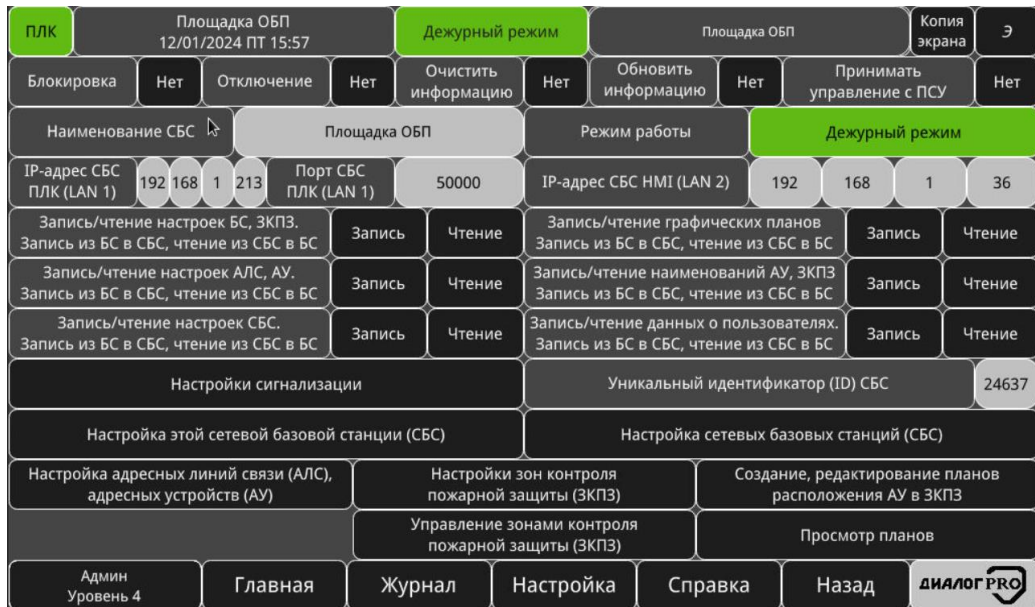

Рисунок 3.66 – Окно СБС «Площадка ОБП»
– «Наименование СБС» – кнопка-индикатор, содержащая наименование СБС и отображающая цветом текущий режим работы СБС. Нажатие на данную кнопку позволяет осуществить переход в окно СБС (рисунок 3.66);
– «Режим работы СБС» – кнопка-индикатор, отображающая текстом и цветом текущий режим работы СБС. Нажатие данную кнопку позволяет осуществить переход в окно СБС (рисунок 3.66).